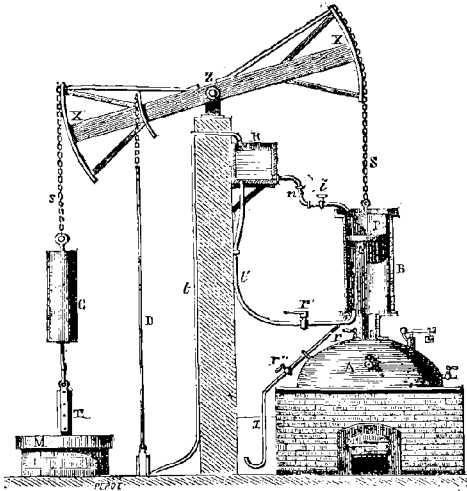

Fig. 90.
4. Après cette modification, la machine offrit les dispositions générales que représente la *fig. 90*. La vapeur est engendrée dans une chaudière A, qui communique avec le corps de pompe B, ouvert par le haut, et cette communication a lieu au moyen d'une ouverture que ferme le robinet *r*. Le piston P, mobile dans le corps de pompe, est attaché par une chaîne S à l'une des extrémités d'un grand levier ou *balancier*, XX, qui peut tourner autour de son centre de suspension Z. A l'autre extrémité de ce levier est une seconde chaîne s, qui soutient une longue tige T, laquelle est munie d'un contre-poids C et descend dans le puits M de la mine, pour mettre en mouvement la pompe d'épuisement.